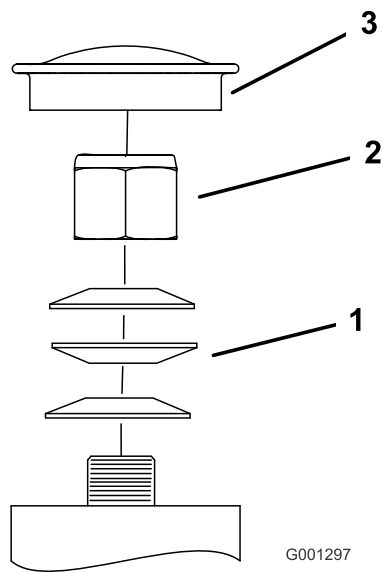

Figura 61
3. Retire el tapón guardapolvo de la rueda giratoria y apriete la contratuerca (Figura 61).
4. Apriete la contratuerca hasta que las arandelas de muelle estén planas, luego afloje ¼ de vuelta para establecer la pre-carga correcta de los cojinetes (Figura 61).
Importante: Asegúrese de que las arandelas de muelle están correctamente instaladas, según se muestra en Figura 61.
5. Coloque el tapón anti-polvo (Figura 61).